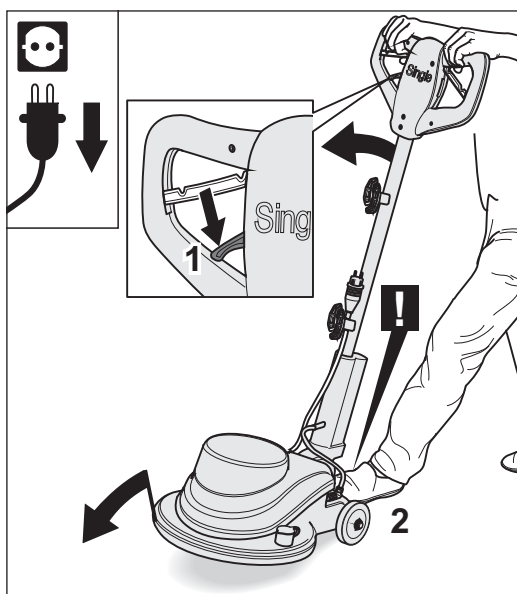

Abb. 8 Der Verstellhebel **muss** sich in der **unteren Position** befinden (1). Dann die Maschine nach vorne kippen und gleichzeitig gegen das Wegrollen sichern (2).
- 7 Vergewissern Sie sich, dass sich der Verstellhebel am Handgriff in der **unteren Position** befindet (Abb. 8, 1). Kippen Sie die Maschine vorsichtig über die Räder nach vorne auf den Schleifteller. Sichern Sie dabei die Maschine mit dem Fuß gegen das Wegrollen (Abb. 8, 2).